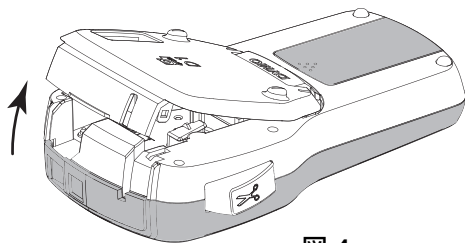

図 4
- 1 本体を裏返し、テープカセットのカバーを開きます。図 4 を参照してください。